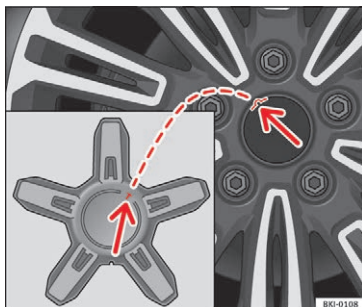

Fig. 78 Montering af hjulkapsel
- Placer hjulkapslen på fælgen. Kapslens form skal passe med fælgens åbninger »» Fig. 78 (pile).